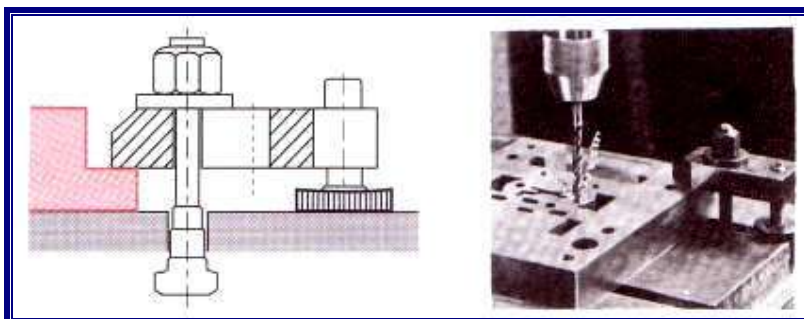

Figure 2. Bride droite
**Exemples** : suivant fig. 2, 3, 4, 5.